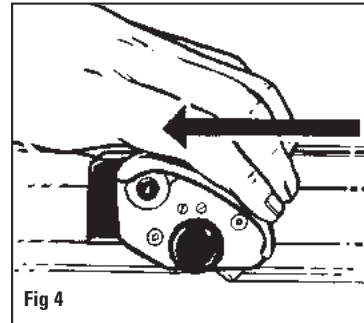

Fig 4
4. Sosteniendo al sujetador de la cuchilla según se muestra en la Fig 4, tire de la cabeza de corte directamente hacia usted hasta que el tablero de lámina perimétrica esté cortado totalmente.
4. Tenendo il portalamo come illustrato nella Fig. 4, tirare la testa di taglio direttamente verso di sé finché il cartoncino non sia completamente tagliato.
6. Faites pivoter le support de lame à biseau vers le bas afin d'insérer la lame dans le passe-partout. **CONSEIL : Maintenez la tête de découpe fermement pour qu'elle ne dévie pas lors de la première entame de la lame, ce qui aurait pour effet de produire une surcoupe.** Fig. 4.
6. Drücken Sie das Klingemagazin vollständig nach unten, so dass die Klinge in den Karton einsteht. **TIPP: Halten Sie den Schneidkopf fest genug um zu verhindern, dass er sich nach vorn verschiebt, wenn die Klinge einsteht, da es sonst zu Überschneitten kommen kann.** Abb. 4.